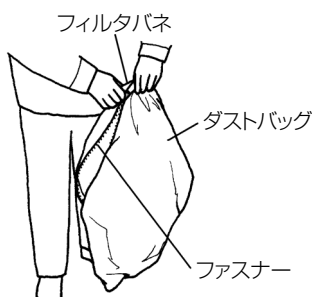

図 11
(1) ダストバッグを本体からはずし、フィルタバネを持ち、切りくずを処理する場所まで運びます。
(2) 次にファスナーを開き、切りくずを所定の場所へ捨てます。(図 11)